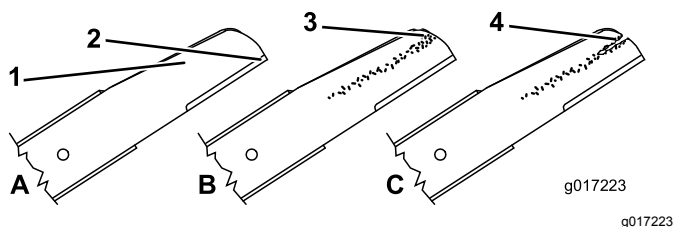

Рисунок 41
- Осмотрите режущие кромки (Рисунок 41). Если кромки не острые или зазубренные, снимите ножи и заточите или замените их.
- Осмотрите ножи, обратив особое внимание на состояние их фигурных частей (Рисунок 41). При обнаружении повреждений, износа, образования бороздки на этих частях, немедленно замените нож новым.